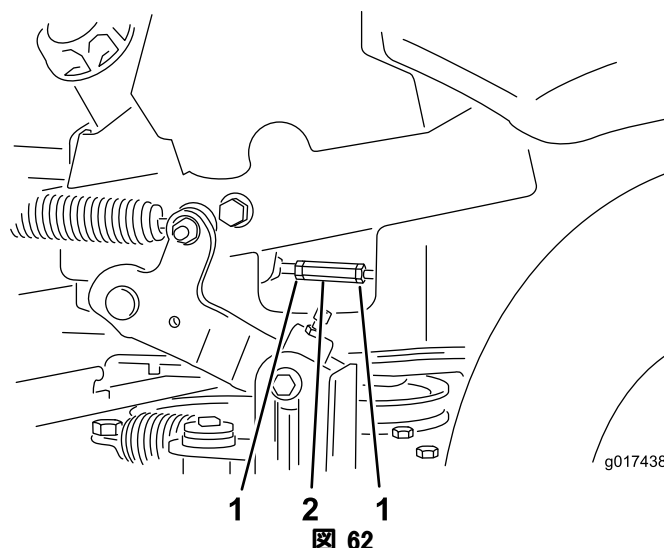

図 62
7. 走行コントロールレバーをニュートラル位置にセットする。ポンプコントロールロッドの2つのジャムナットをゆるめ、調整ナットを回転させて、車輪が後退方向にわずかにクリープするように調整する（図 62）。走行コントロールレバーを後退位置にセットし、レバーを軽く押しつつ、後退インジケータのスプリングの力を使ってレバーをニュートラル位置に戻す。この状態で車輪の回転が停止、またはわずかに後退側にクリープしていればよい。
8. ジャムナットを2つとも締めて調整を固定する（図 62）。